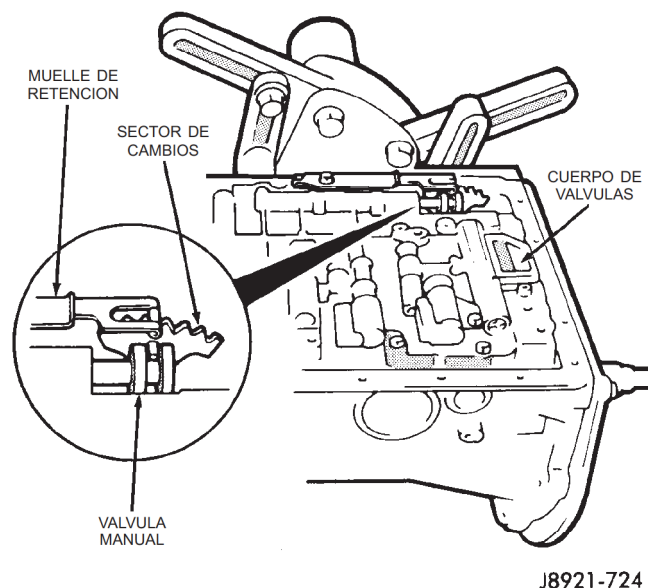

Fig. 175 Alineación de la válvula manual, el sector de cambios y el muelle de retención
(81) Emplace el cuerpo de válvulas en la caja (Fig. 175).
(82) Instale el muelle de retención (Fig. 175).
(83) Alinee la válvula manual, el muelle de retención y el sector de cambios (Fig. 175).